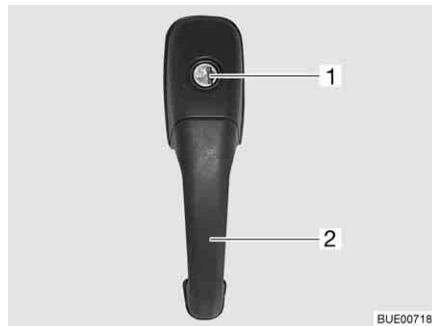

Fig. 26 Serrure de la porte cellule, à l'extérieur
- Insérer la clé dans le barillet (Fig. 26,1) et la tourner jusqu'à ce que la serrure de la porte soit déverrouillée.
- Tirer sur la poignée de la porte (Fig. 26,2). La porte est ouverte.
- Insérer la clé dans le barillet (Fig. 26,1) et la tourner jusqu'à ce que la serrure de la porte soit verrouillée.